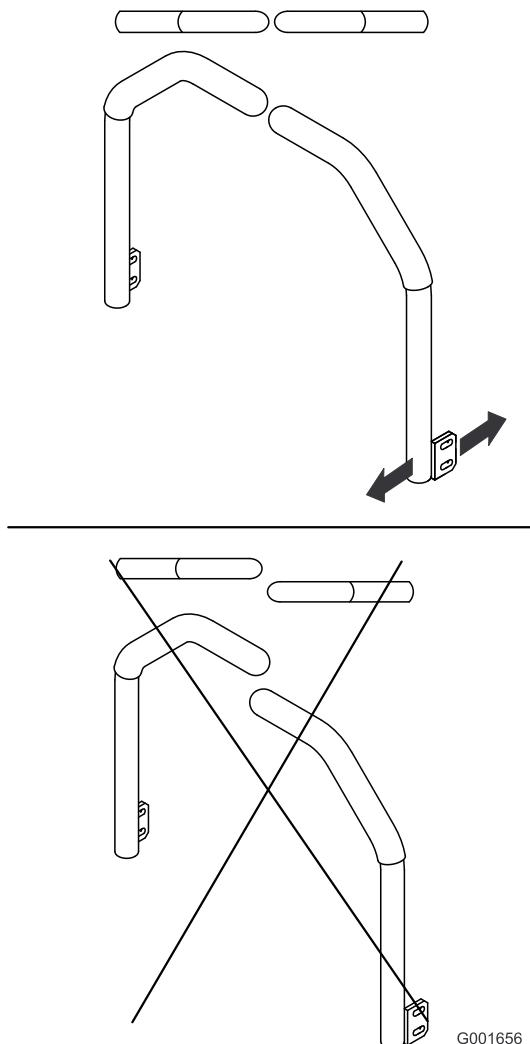

Bild 62
5. Stellen Sie die Fahrantriebshebel so ein, dass sie ausgerichtet sind (Bild 62) und ziehen Sie die Schrauben fest, um die Hebel an den Pfosten zu befestigen.